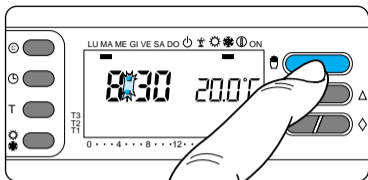

Fig. 76
15.2 - Mediante el botón , disponga el aparato en funcionamiento MANUAL (fig. 76).